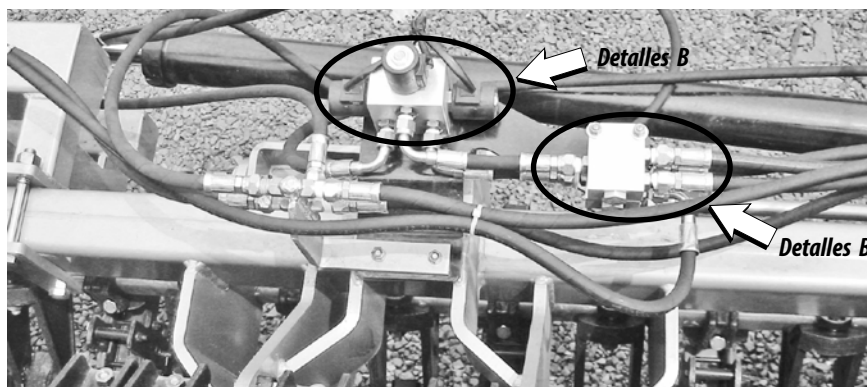

Figura 22
- 37** - En seguida, monte el cabezal de enganche (10) en el armazón lateral (6). fijándolo con el perno (11), arandela y tranca (12). FIGURA 22.